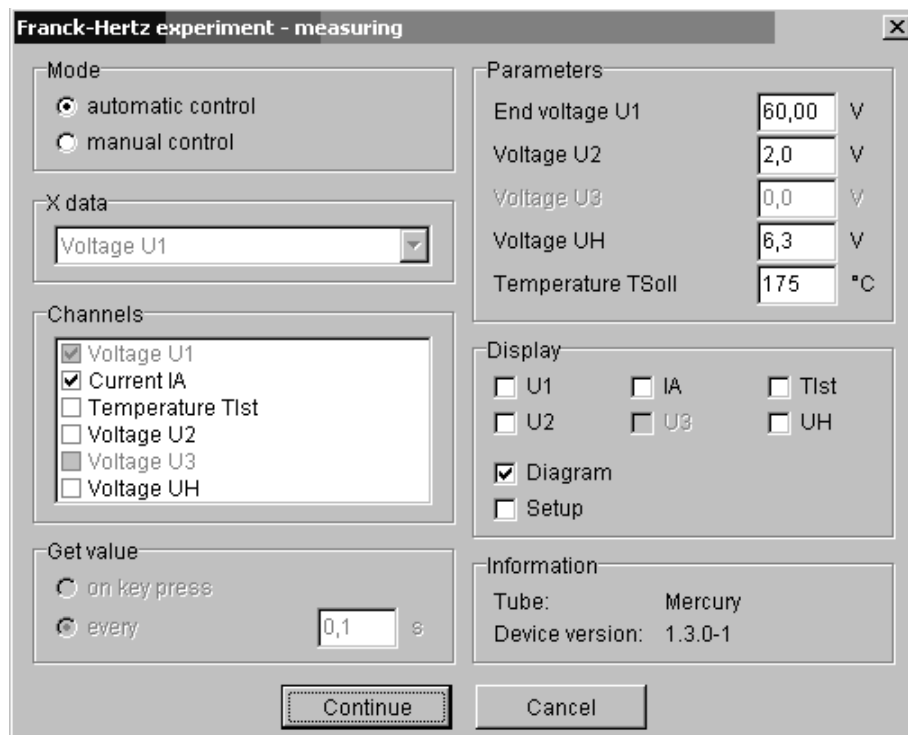

Fig. 8: Parámetros de medición del software Franck-Hertz-Software para tubo de mercurio.
B) Iniciar el software de medición y seleccionar el software de medición Franck-Hertz. El programa detectará automáticamente si está conectado un tubo de mercurio o de neón. Los parámetros necesarios están preconfigurados (ver fig. 8). Los parámetros en la fig. 8 son valores típicos con los que debería ser posible recoger correctamente la curva de medición. **Si la corriente Target es demasiado alta (al encender), la medición con el equipo Franck-Hertz será interrumpida al cabo de 7 segundos para proteger el tubo de daños. Para evitar el encendido del tubo, modificar los parámetros U_2 , U_3 y U_H como sigue: reducir la tensión de calentamiento U_H , reducir U_3 .**